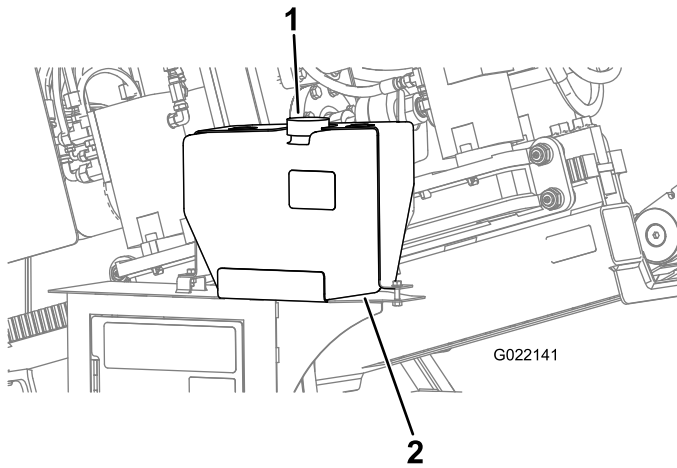

Figure 151
- D. Enlevez le bouchon du réservoir d'antigel pour la pompe à fluide de forage (Figure 151).
E. Vérifiez que le réservoir est rempli d'antigel (Figure 151).
C. Ajoutez la quantité nécessaire d'antigel dans le réservoir (Figure 151).
5. Remettez le bouchon sur le réservoir d'antigel (Figure 151).